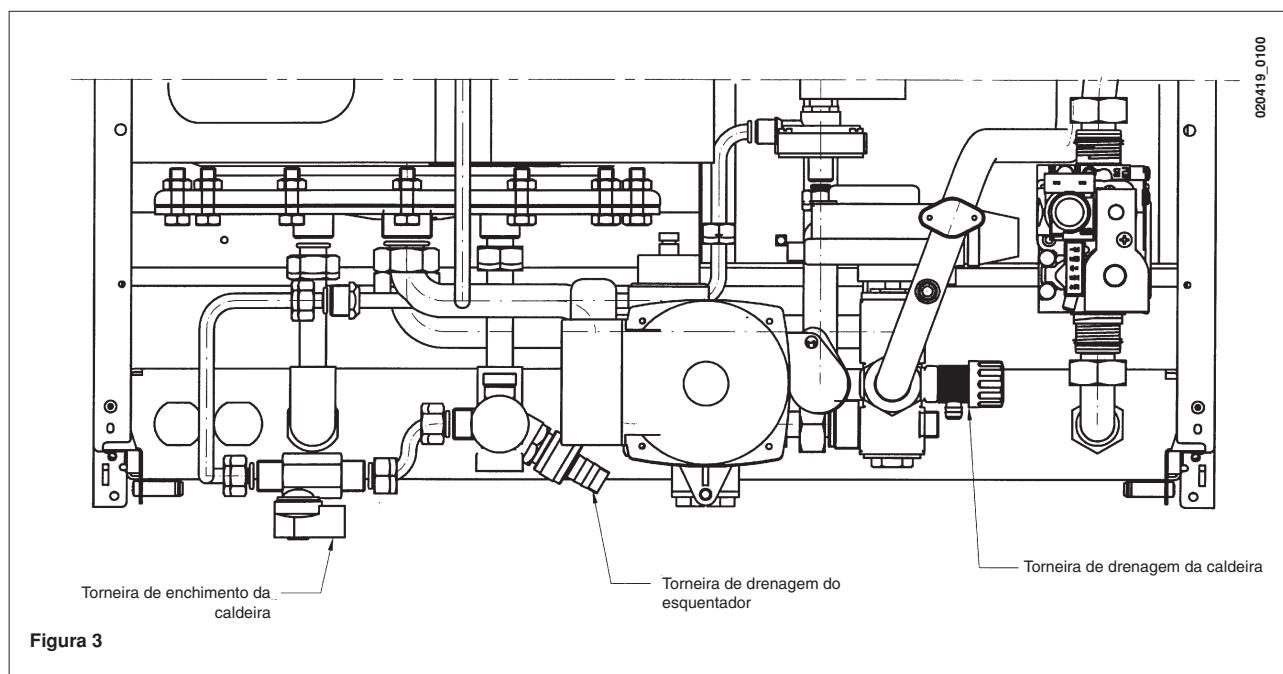

Figura 3
Importante: controle periodicamente que a pressão, vide manômetro (14), com o circuito frio, esteja compreendida entre 0,5 - 1 bar. Em caso de excesso de pressão, opere na torneira de drenagem da caldeira. Se, ao invés, a pressão for inferior, abra a torneira de carregamento da caldeira (figura 3).